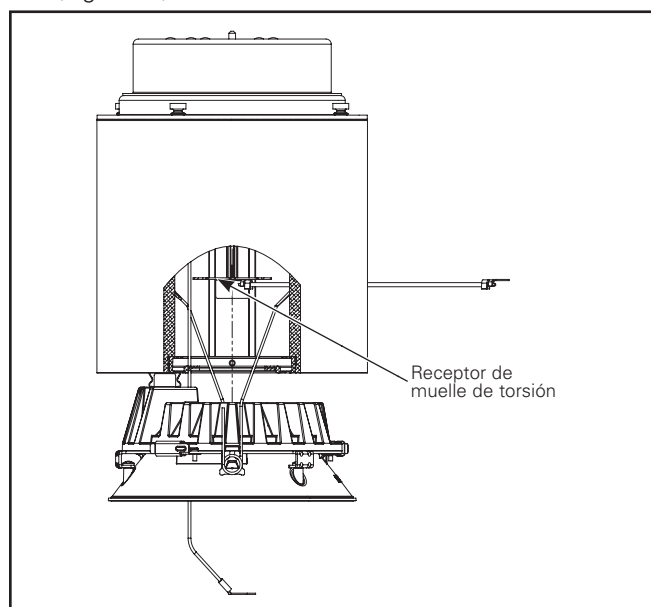

Figura 14.
- Para instalar el motor del LED y el conjunto del borde, inserte los muelles de torsión en los receptores correspondientes ubicados dentro del alojamiento. (Figura 14).